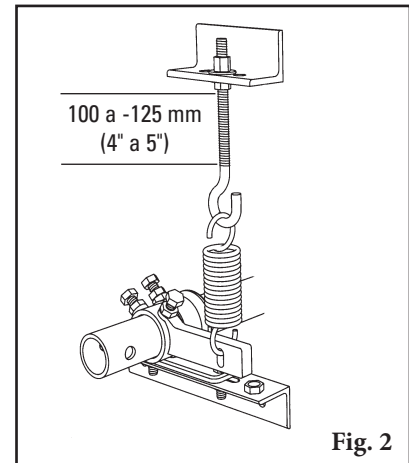

Fig. 2
- 3a. Marque la medida X.** Reste la medida anterior (Paso 2a) de la medida X seleccionada para establecer la medida X modificada. Con esta nueva medida X mida horizontalmente desde la parte delantera del eje de la polea hacia la línea B y marque en el chute (Fig. 2).
- 2c. Mida desde la medida Y determinada más 56 mm (2-1/4") y haga una marca (Fig. 2).** Esta marca indica la ubicación superior del material de soporte que se agregará para la instalación de los soportes de montaje del limpiador.
- 8b. **Ensamble el resorte de tensión y el montaje del tornillo en J en un brazo de ajuste** (Fig. 2).